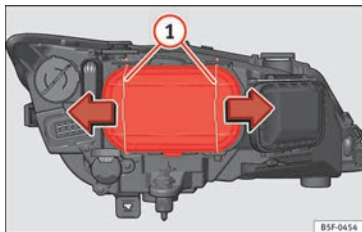

Bild 103 Halvljusstrålkastare.
- För öglorna » bild 103 ① i pilens riktning och ta bort locket.